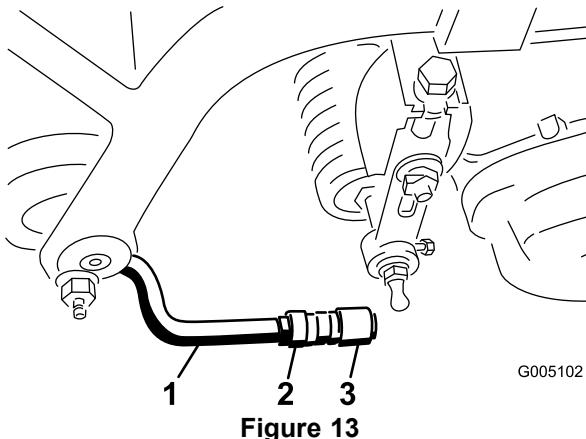

Figure 13
6. Alignez les boîtes des rotules de sorte que le côté ouvert soit centré vers la sphère. Serrez les contre-écrous pour fixer les boîtes de rotules en position (Figure 13).